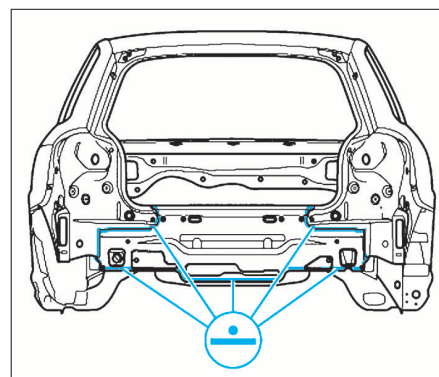

FIG. 42
- Souder la pièce neuve, soudure par points en ligne droite (Fig.42).